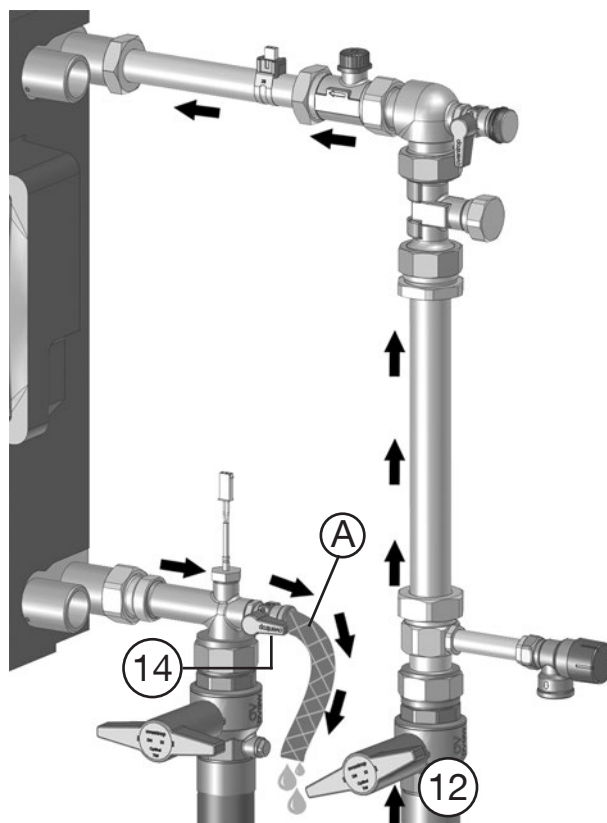

fig. 5.4: Comience el proceso de lavado con agua potable.
11. Conecte la manguera de vaciado (A) de agua potable a la válvula de bola de llenado y vaciado inferior (14) (fig. 5.4 en la página 32).
12. Abra ligeramente la válvula de bola de corte (12) para comenzar el proceso de lavado con agua potable.
13. Cierre la válvula de bola de llenado y vaciado (14) después de al menos un minuto.
14. Retire las mangueras de vaciado (A).